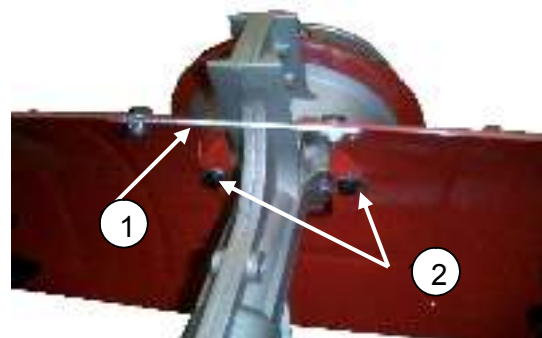

Рис. 6.
1. Перед установкой защитного кожуха снять соединительную пластину (см. рис.6, поз.1) и болты крепления защитного кожуха (поз.2).